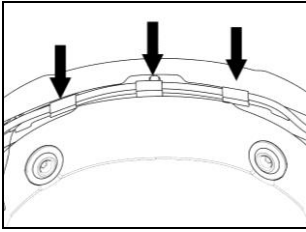

Fig. 34
- Posizionare il cablaggio e l'antenna nella parte posteriore del casco (Fig. 34).